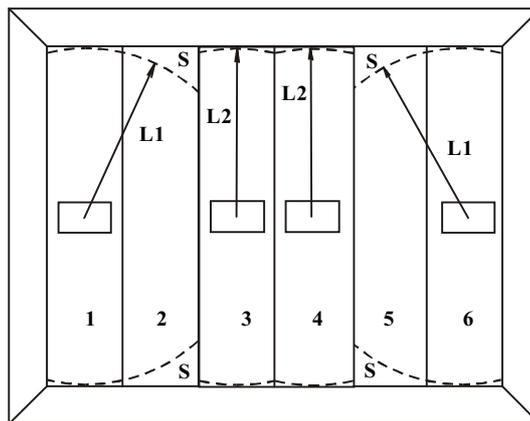

Рис.7 Защита немонолитной конструкции
- непосредственно на охраняемую стеклянную поверхность (рис. 7а). Для этого крепежное устройство удобно разместить в отверстии цементного шва, соединяющего стеклоблоки между собой, по методике установки извещателя на кирпичную или бетонную конструкцию;
- на примыкающую к охраняемой кирпичную, бетонную или стальную конструкцию (рис. 7б) по соответствующей методике.